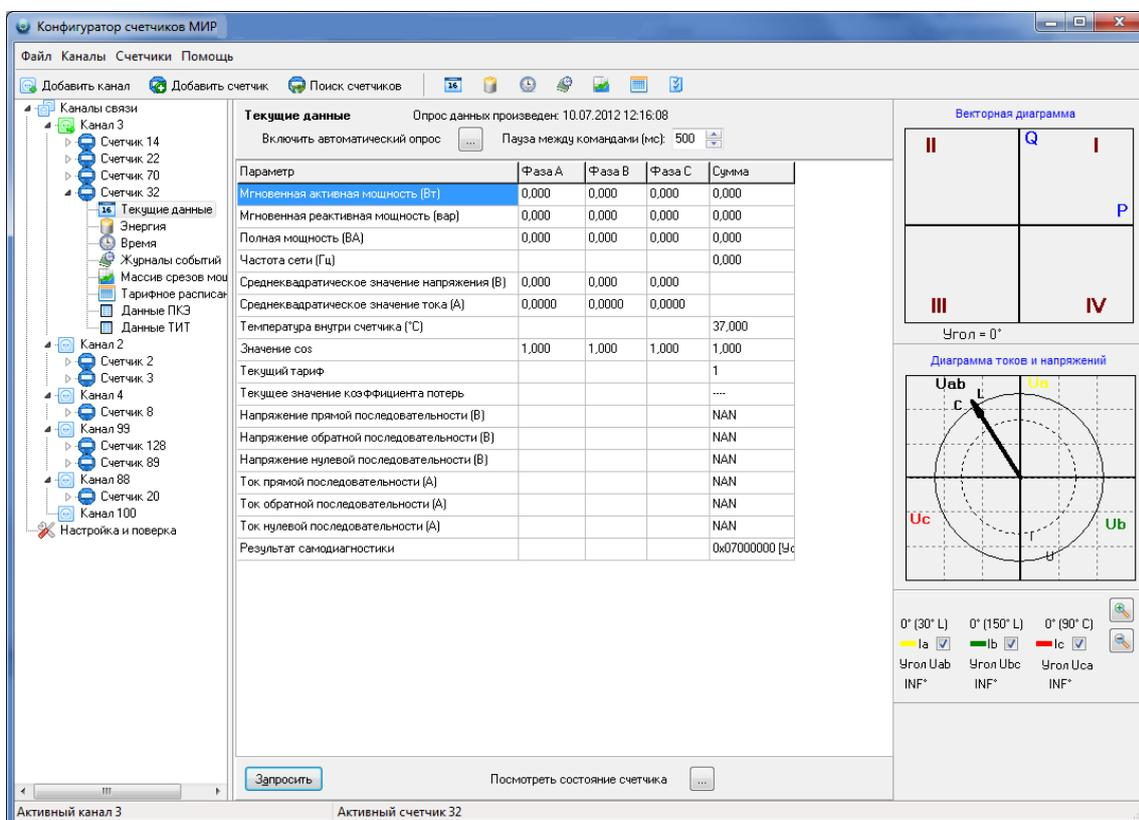

Рисунок 3.36
3.3.9.1 Панель *Текущие данные* (рисунок 3.36) открывается в главном окне при выделении в дереве объектов объекта с наименованием *Текущие данные*.
3.3.9.4 В программе предусмотрен режим постоянного опроса текущих данных счетчика с заданным периодом. Для включения данного режима необходимо указать период опроса параметров в поле *Пауза между командами* и запустить циклический опрос с помощью кнопки *Включить автоматический опрос* (рисунок 3.36).